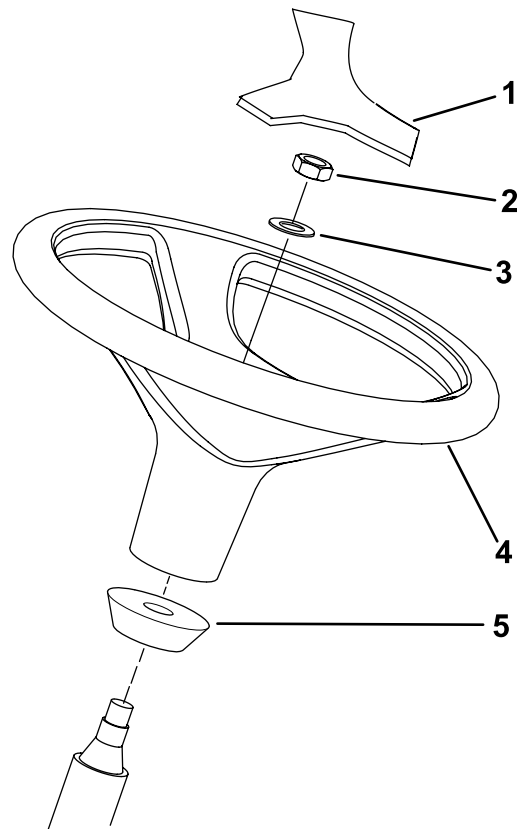

図 13
注 ステアリングシャフトについているウレタン製のカラーは外さないでください 図 13。
3. ハンドルとワッシャをステアリングシャフトにはめ込む (図 13)。
5. ハンドルにカバーを取り付ける(図 13)。
1. 出荷台からハンドルを外す。 図 13